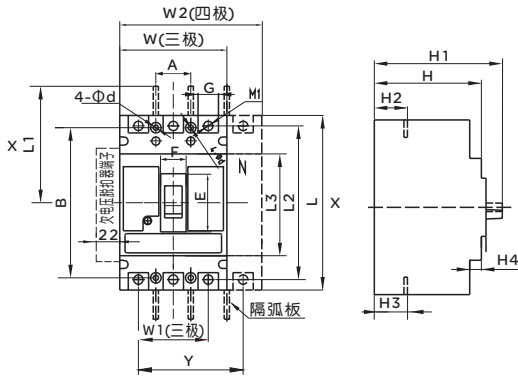
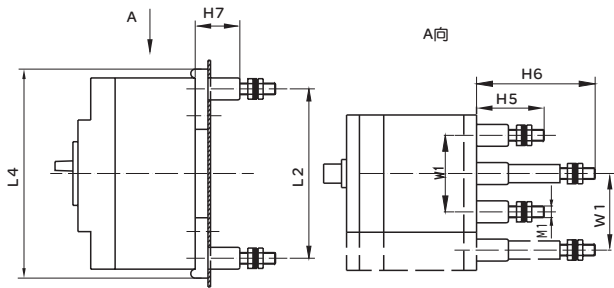
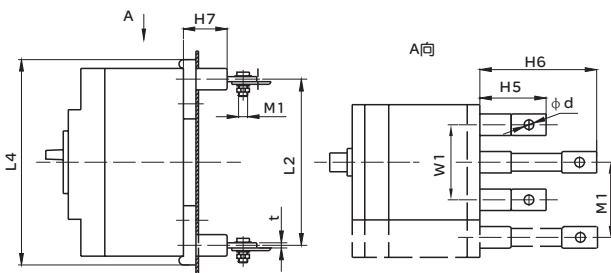
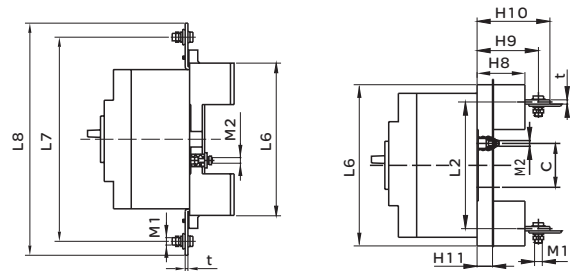

图2 固定式板前接线
图3 RDM1E-125、250固定式板后接线
图4 RDM1E-400、630、800固定式板后接线
图5 插入式板前接线 (三极) 图6 插入式板后接线(三极、四极)
外形尺寸见图2、图3、图4、图5、图6及表10
- (1) 板前接线外形尺寸见图2 (X-X、Y-Y为三极断路器中心)
- (2) 板后接线外形尺寸见图3, 见图4
- (3) 插入式板前接线外形尺寸见图5